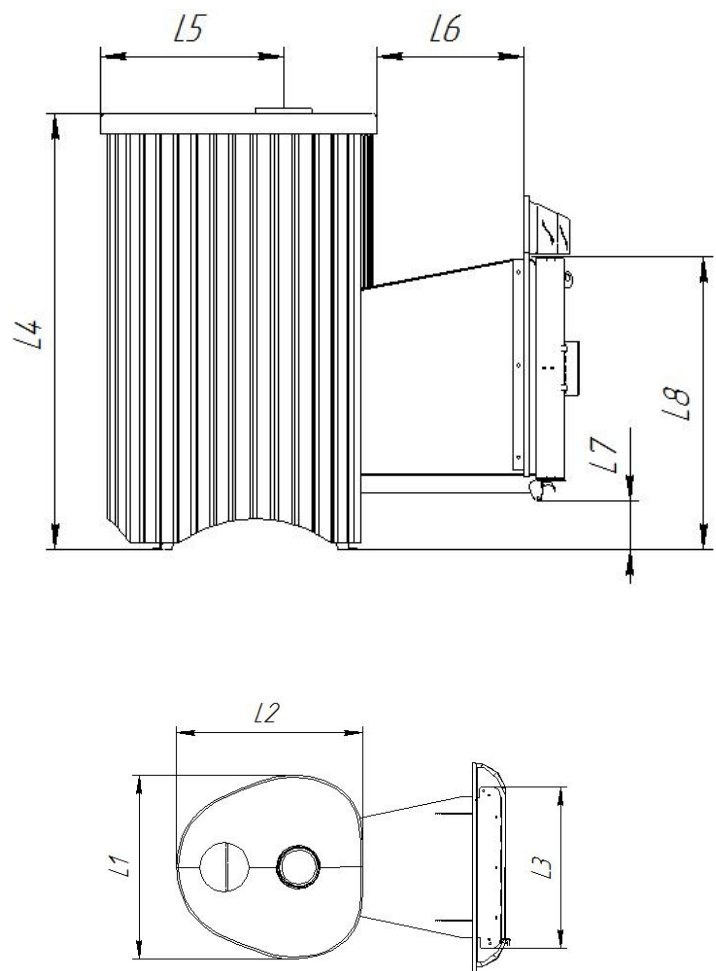

Рисунок 4.1. Общий вид печи, с нанесенными основными размерами
4.1. На рис. 4.1. показан общий вид печи с обозначенными основными размерами.
- 8.2.8.** Для установки печи «сквозь стену» сделайте или заранее спроектируйте в стене отверстие с такими размерами, чтобы вокруг тоннеля оставалось с каждой стороны свободное пространство, примерно 40-50 мм (рис. 8.2.1.). Необходимые для этого размеры печей показаны выше на рис. 4.1. и приведены в табл. 4.1.